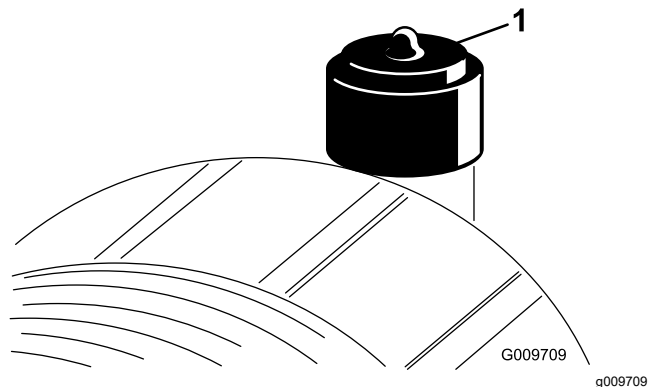

图 55
仅在限制指示灯图 55 要求时才维修空气滤清器滤芯。如果是在必须更换之前才更换空气滤清器滤芯会增加灰尘在滤芯拆下时进入发动机的几率。
- 如果指示灯显示为红色请重置限制指示灯图 55。